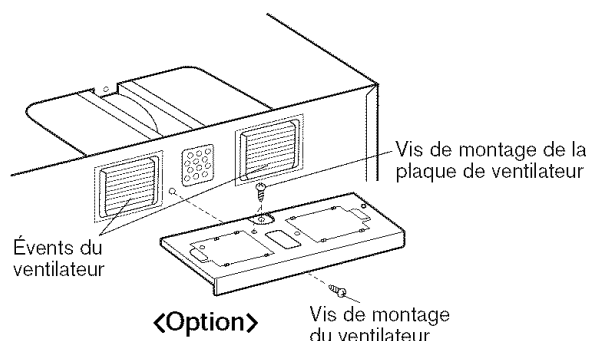

Figure 18
7. Remonter la plaque du ventilateur sur le boîtier de manière à ce que les événements et l'ouverture dans la plaque de ventilateur soient alignés. La fixer avec une vis de montage du ventilateur puis une vis de montage de la plaque de ventilateur. Voir la Figure 18.